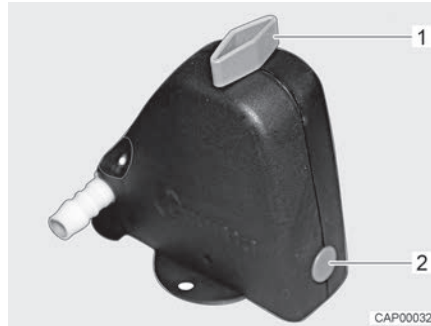
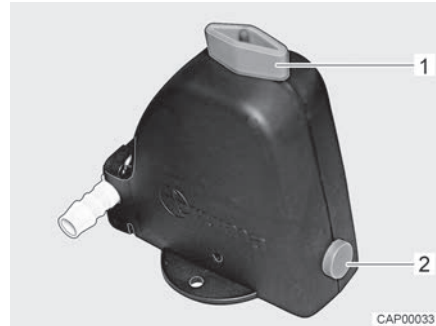

Bild 120 Sicherheits-/Ablassventil geschlossen
Bild 121 Sicherheits-/Ablassventil geöffnet
- Sicherheits-/Ablassventil (Bild 120) öffnen. Dazu Drehknopf (Bild 120,1) längs zum Sicherheits-/Ablassventil drehen. Der Druckknopf (Bild 120,2) springt heraus. Das geöffnete Sicherheits-/Ablassventil ist in Bild 121 dargestellt.